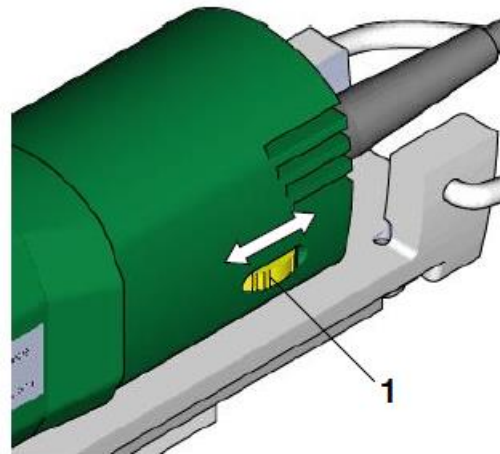
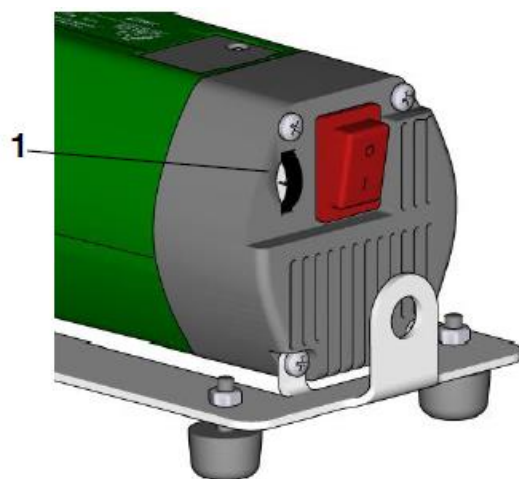

Fig. 9 Réglage de la vitesse de rotation MB 20/2 et MB 20/3
Fig. 10 Réglage de la vitesse de rotation MB 30 E
La vitesse de rotation souhaitée peut être réglée aussi bien avec la machine en marche qu'avec la machine éteinte à l'aide du régulateur (1) (voir fig. 9 et fig. 10).